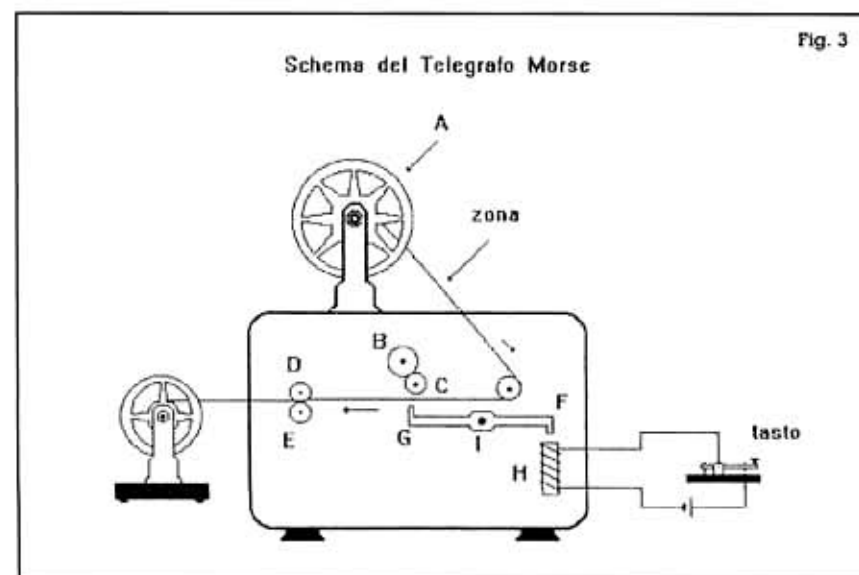

Fig. 3
Lo schema dell'apparecchio ricevente (fig. 3), mostra un'elettrocalamita (H) i cui capi comunicano con due fili di linea; solo in presenza di corrente sulla linea l'elettrocalamita attrae l'ancoretta (F), portando, perché fulcrata (I), l'estremità F (coltello - pennino scrivente) a contatto con la rotella C, la quale è costantemente ricoperta da inchiostro a causa della sua rotazione contro la rotella B, ricoperta da un feltro imbevuto d'inchiostro. Sulla puleggia A, è avvolta una piccola striscia di carta (detta zona), la quale viene tirata per mezzo di due rulli (D - E) collegati ad un meccanismo a molla.